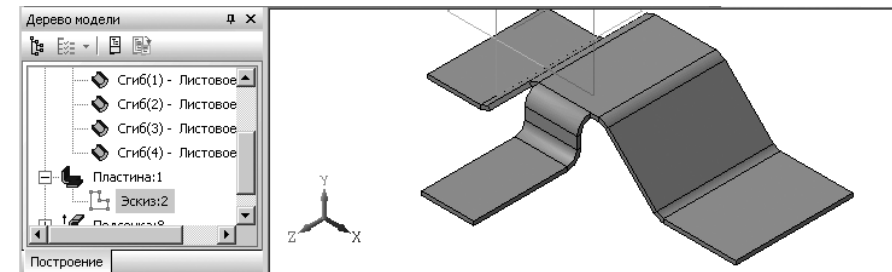

Рис. 7.103. Пример подсечки по существующему ребру
- щелкните на **Специальной панели управления** по кнопке – **Создать объект**. Появится подсечка на листовой детали. Одновременно в окне **Дерево модели** появится новый пункт – **Подсечка:1**. Это состояние системы показано на рис. 7.103.